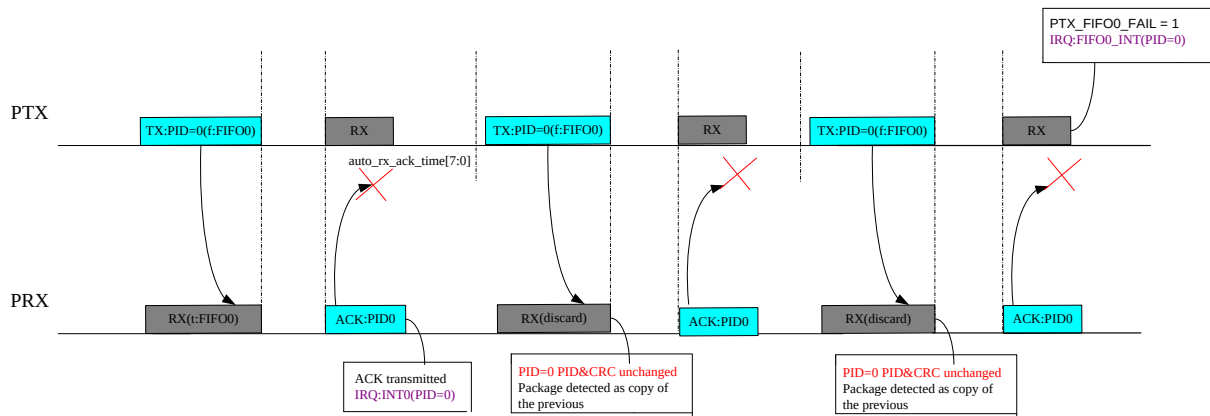

图 11-6 PTX 自动重传情况 3 中断示意图(重发超时, 重发次数为 2)
- PTX 如果在 AUTO_RX_ACK_TIME 时间内没有成功接收到 PRX 发送的 ACK 信号, PTX 将自动重传上一帧数据包。如重传次数超过设定次数 RE_TX_TIMES (MISC0 寄存器的 Bit11-Bit8), INT 寄存器中的 INTn 中断标志位与 FIFO 发送指示位 PTX_FIFO_n_FAIL (FIFOCTRL 寄存器的 Bit15) 将同时置'1'指示发送失败 (详见图 11-4 至图 11-6)。